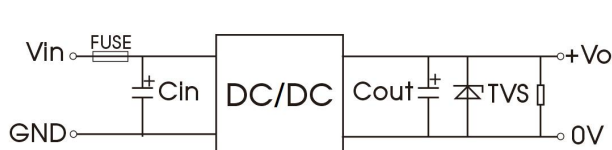

图 8
- (1)产品测试及应用时，请按照（图 8）推荐的测试电路进行；至少保障外接一个电解电容 C_{in} ($\geq 1000\mu F$)，用于抑制输入端可能产生的浪涌电压；
- (2)如果产品输入端并联瞬变能量较大的电路（如并联电机驱动电路），或会导致产品输入电压被拉低，此时关注产品输入电压的波动，建议适当增大输入端电解电容 C_{in} 的容值，以保障输入端电压稳定，避免输入电压低于欠压保护点导致产品重复启动的情况；
- (3)如果产品输出端为感性负载时（如继电器、电机），建议增大输出电容 C_{out} 容值，并增加 TVS 管，用以滤除电压尖峰；
- (4)如需进一步减少输入输出纹波，可适当加大外接电容 C_{in} 、 C_{out} 容值或选用串联等效阻抗值小的外接电容。